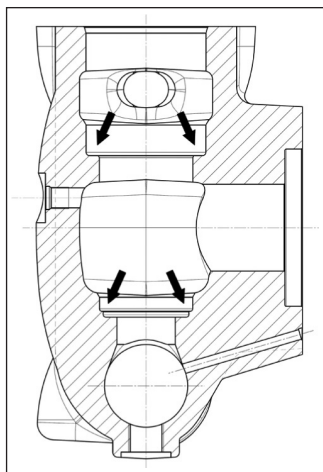

图 109
重新安装阀组前, 应彻底清洁和干燥泵头里的相应底座, 如箭头所示(①, 图 109)。